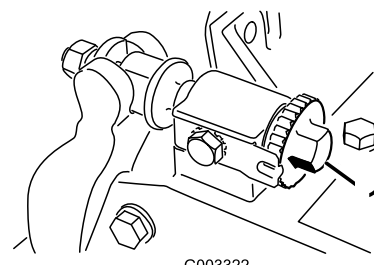
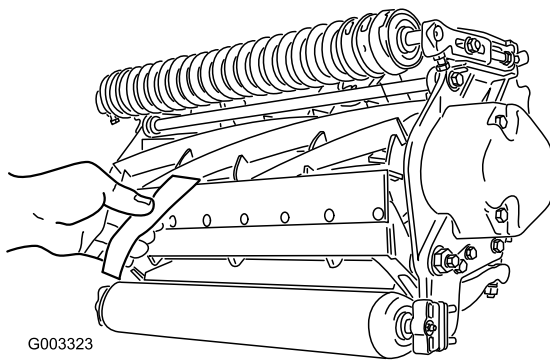

図 8
図 9
ベッド・バー調整ネジ（図 8）を左に回して、リールと下刃の接触を完全になくす。
重要 ユニット左右についているベッドバー調整ネジのナットが床に当たっていないことを確認する（図 8）。
3. リール前面の左右いずれかの端を選び、リールと下刃の間に新聞紙片を差し入れる（図 9）。リールをゆっくり前回転させながら下刃調整ネジ（図 8）を締め（新聞紙を入れた側の調整ネジを、1 目盛りずつゆっくりと）、新聞紙を前から（ベッドナイフの上面に平行に）入れると軽く挟まれる程度に調整する。新聞紙を引き抜くのに軽い力が必要な程度でよい。
5. 両側の調整ができたなら最終確認を行う：紙片をリールの前から差し込んだ時にははさむだけ、下から差し込むと切れるのが正しい調整である（図 9）。リールと下刃のごくわずかの接触で紙が切れなければいけない。接触を強くしないと切れない（リールが新聞紙を強く挟み込まないと切れない）場合には、鋭利な刃先を取り戻して精密なカットができるようにバックラップか研磨を行うことが必要である（Toroリール・モアとロータリー・モアのための研磨マニュアル Form No. 80-300PT を参照）。